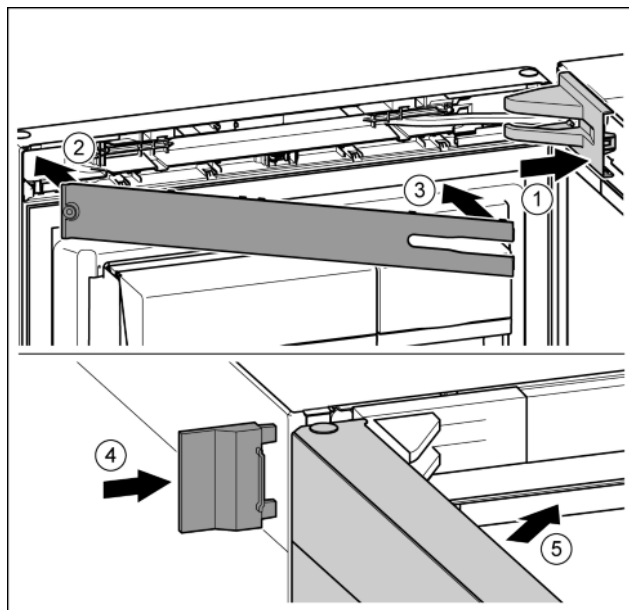

Fig. 24
- ▶ Встановіть та зафіксуйте кришку опорного кронштейна, у разі необхідності — обережно розтисніть. Fig. 24 (1)
- ▶ Встановіть накладку. Fig. 24 (2)
- ▶ Поверніть і зафіксуйте накладку. Fig. 24 (3)
- ▶ Насуньте зовнішню кришку. Fig. 24 (4)
- ▶ Закрийте верхні дверцята. Fig. 24 (5)